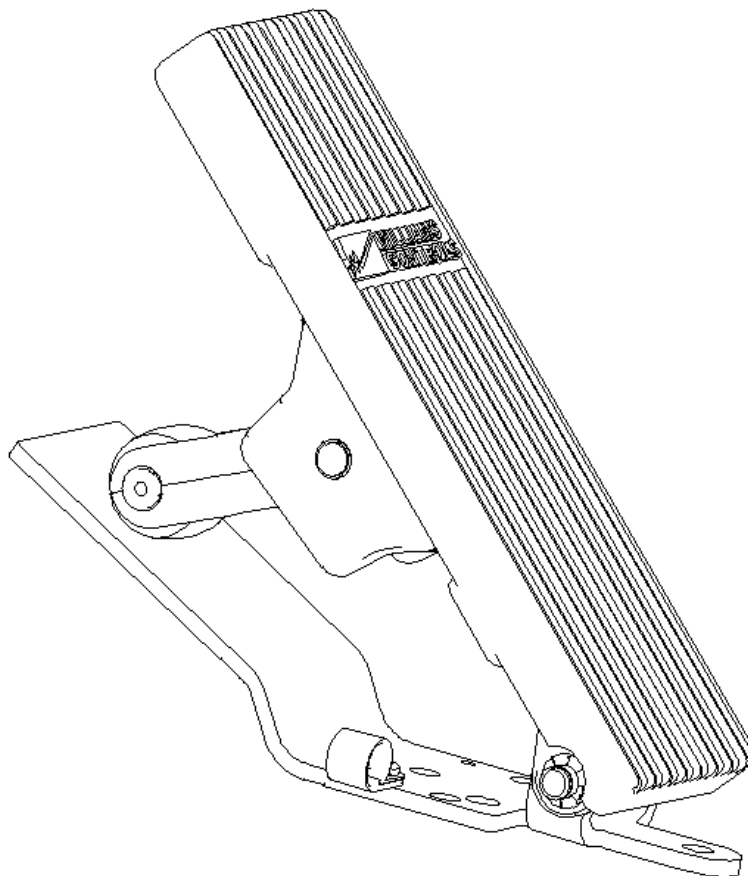

Рис. 1. Узел педали замедления
1. Проверьте левое и правое зеркала заднего вида (рис. 1 и 2, поз. 6 и 5) на наличие повреждений.
3. Проверьте надежность крепления зажимов (рис. 1 и 2, поз. 7 и 6), болтов, гаек.